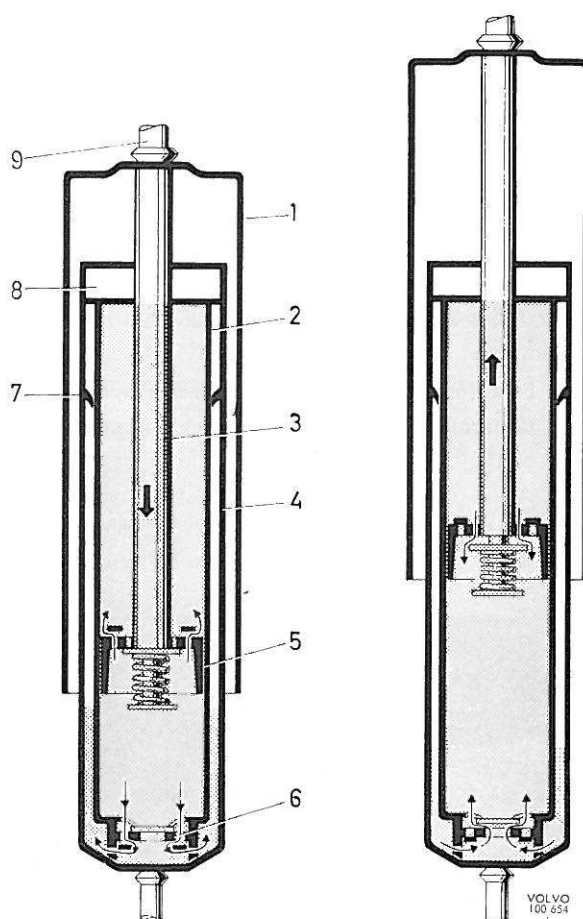

Figure 9. Amortisseur
La construction des amortisseurs ressort de la figure 9. Les cylindres extérieurs (1) servent seulement de pare-poussière. Les deux autres cylindres (2 et 4) sont disposés concentriquement, l'un emboîté dans l'autre. C'est le cylindre intérieur (2) qui constitue le cylindre moteur et il est muni d'une soupape (6) à son extrémité inférieure. A l'intérieur de ce cylindre travaille un piston (5) muni de canaux dont le passage est commandé par des soupapes.